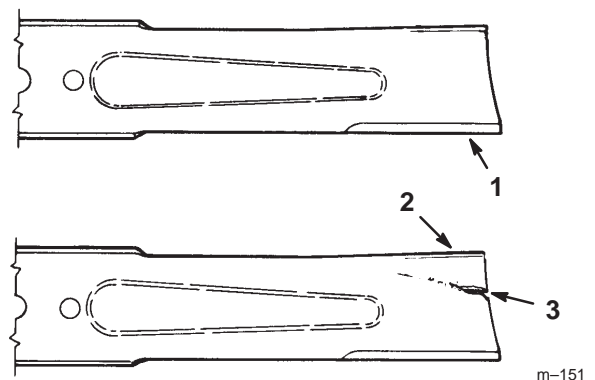

Figure 33
1. Inspectez les tranchants des lames (Fig. 33). Si les lames ne sont pas tranchantes ou si elles présentent des indentations, déposez-les et aiguiser-les (voir Aiguisage des lames, page 34).
2. Inspectez les lames, surtout la partie incurvée (Fig. 33). Remplacez immédiatement toute lame endommagée, usée ou qui présente une entaille (repère 3 de la Fig. 33).